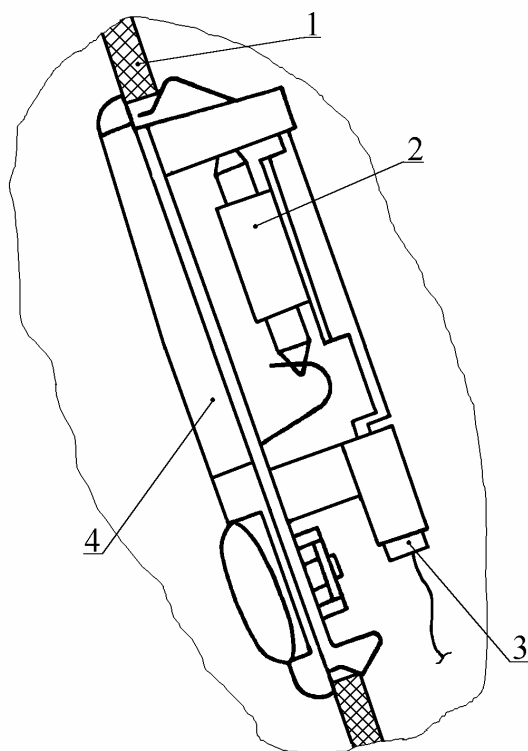

Рис. 32. Замена лампы плафона индивидуального:
8.12.1. Снять плафон 4 (рис.32) индивидуальный с обивки 1 крыши по п. 15.2.1.